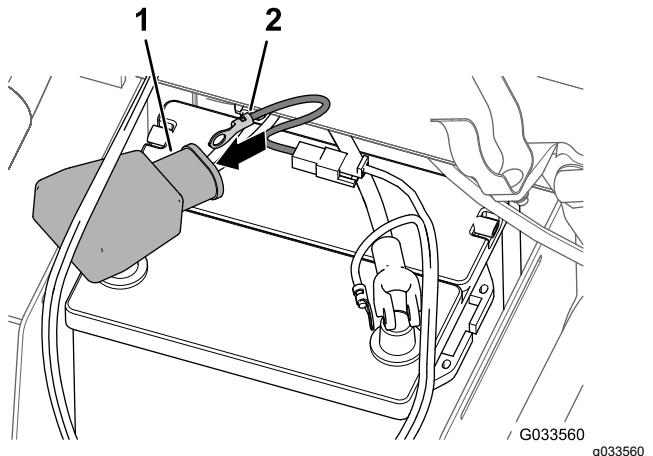

Figure 27
4. Insérez la cosse en anneau du fil fusible (faisceau du pulvérisateur) tout droit dans le grand capuchon, comme montré à la Figure 27.